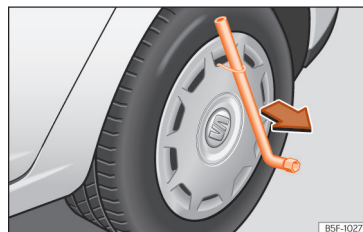

Fig. 237 Retirar l'embellidor integral.
- Introduïu la clau de roda a través del ganxo, recolzeu-la al pneumàtic i retireu l'embellidor »» fig. 237.